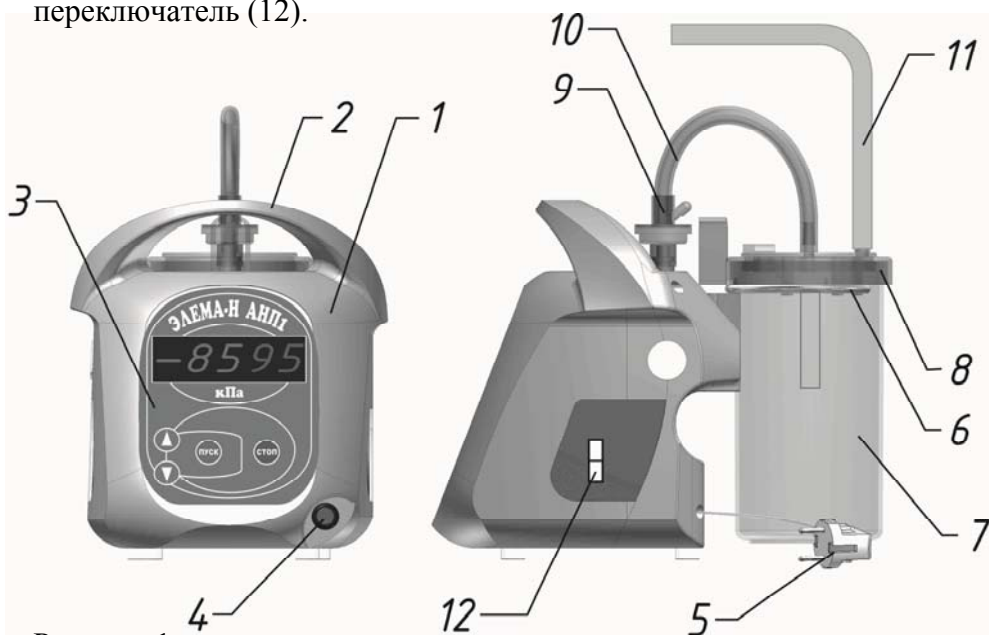

Рисунок 1
5.2 Отсасыватель состоит из следующих частей (рис.1): корпус (1) с ручкой для переноски (2). На корпусе установлены: передняя панель (3), кнопка переключения режимов (4), сетевой шнур с вилкой (5), кронштейн для установки аспирационной банки (6), аспирационная банка БП1000 (7) с герметизирующей крышкой (8), фильтр бактериальный (9), К штуцерам на герметизирующей крышке подключены соединительная (10) и отсасывающая (11) трубки. С правой стороны корпуса установлен сетевой переключатель (12).
7.2 Собрать отсасыватель, для чего произвести следующие действия (рис. 1).